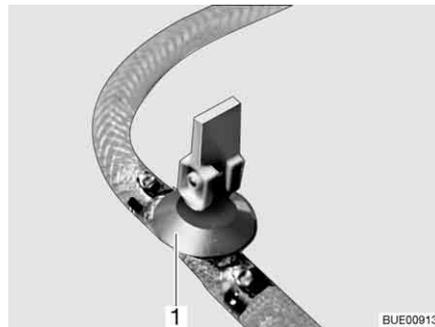
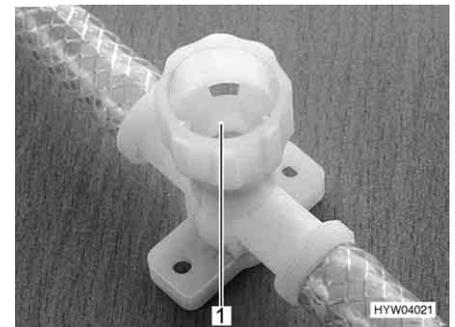

Bild 235 Ablasshahn (mit Kipphebel)
Bild 236 Ablasshahn (mit Drehkappe)
- Alle Ablasshähne öffnen. Dazu den Kipphebel des Ablasshahns (Bild 235, 1) senkrecht stellen oder die Kappe des Ablasshahns (Bild 236, 1) entgegen dem Uhrzeigersinn drehen.